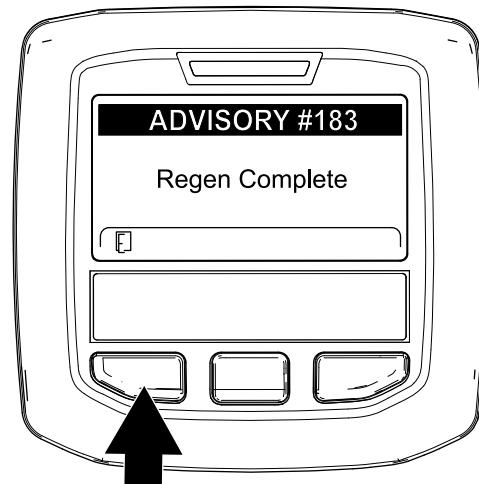

Figure 61
- Quand le calculateur moteur achève une régénération en stationnement ou une d'urgence, l'InfoCenter affiche l'AVIS N° 183 (Figure 61). Appuyez sur le bouton gauche pour revenir à l'écran d'accueil.
Remarque: Si la régénération échoue, l'InfoCenter affiche l'avis n° 184 (Figure 61). Appuyez sur le bouton gauche pour revenir à l'écran d'accueil.